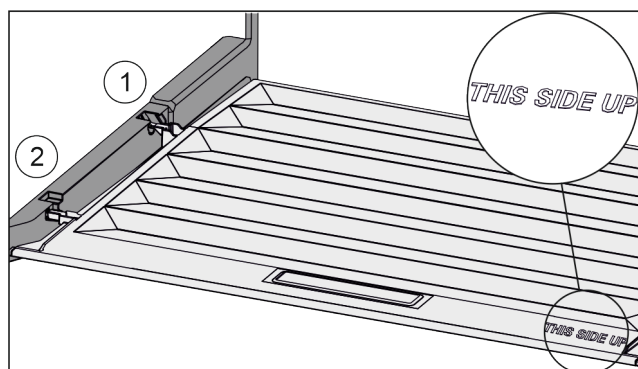

Fig. 97
- ▶ Výstupky veka zavedte cez otvor zadného držiaku Fig. 97 (1) a zaistite vpredu v držiaku Fig. 97 (2).